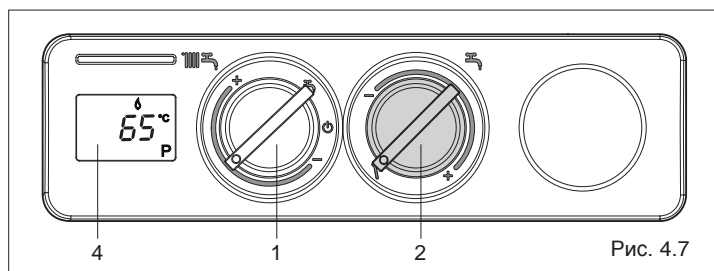

Рис. 4.7
- **Режим газоанализа:** при повороте ручки регулирования температуры горячей воды (2, Рис. 4.7) на символ  активируется функция газоанализа, на дисплее (4, Рис. 4.7) загорится символ P. При повороте переключателя режимов работы (1, Рис. 4.7) на максимум (конец шкалы – символ +), горелка перейдёт на максимальную мощность, включится циркуляционный насос системы отопления, а котёл (если он был погашен) разожжётся и будет работать 10 минут. При работе котла в этом режиме остаются активными устройства защиты и, если максимальная температура будет достигнута прежде, чем истекут 10 минут, котёл начнёт плавно изменять мощность в сторону её понижения. При повороте переключателя режимов работы на минимум (конец шкалы – символ -), горелка перейдёт на минимальную мощность. По истечении заданного времени система выключится. Для того чтобы возобновить нормальную работу, или прервать данную функцию, снова установите ручку (2, Рис. 4.7) на нужное значение температуры.